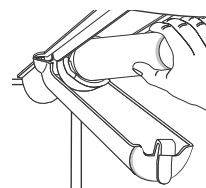

Fig.9 Boîtier du filtre et filtre
- d Tournez doucement le filtre dans le sens des aiguilles d'une montre jusqu'à ce qu'il s'arrête, puis fermez le couvercle du boîtier du filtre (reportez-vous à l'illustration Figure 9).